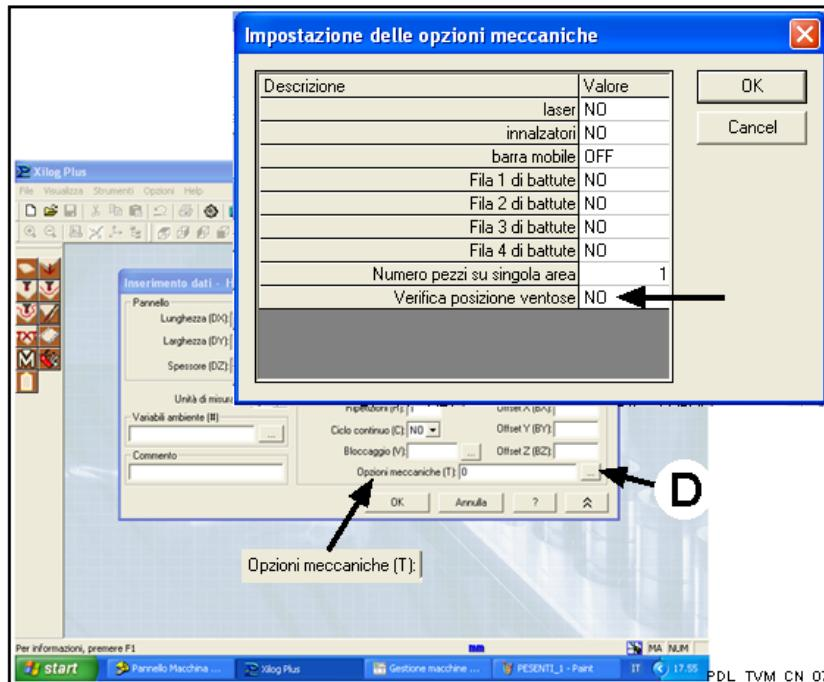

Fig. 11c
**Questa opzione si attiva tramite la variabile "T" (Fig. 11c) nel campo "Verifica posizione ventose".**